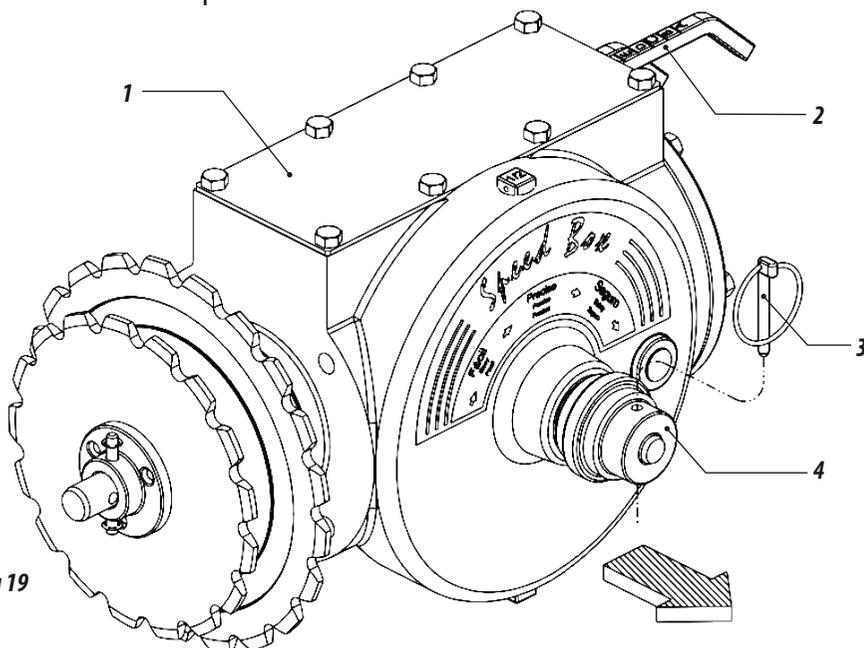

Figura 19
- 02 - Para regulado del abono, seleccione la cantidad deseada en las tablas y verifique en la columna de la misma COMBINACIÓN la numeración correspondiente de las palancas (2).
- 03 - **Ejemplo:** Combinación A 6 en la posición del detalle A de la FIGURA 19, indica que la palanca con letras debe estar en la posición "A" y la palanca de números debe estar en la posición "6".